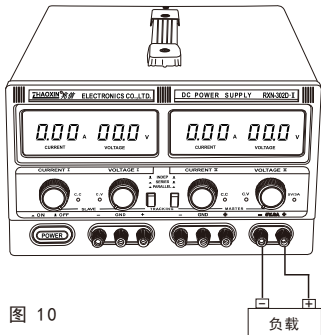

图 10
1. 将负载的正极连接到电源的5V/3A输出端的正极(红色端子)负极连接到电源5V/3A输出端的负极(黑色端子),连接请参照 图10所示